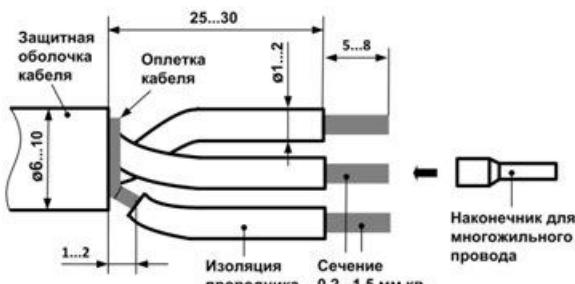

Рисунок 2 – Подготовка проводов к монтажу
3.3 Чтобы снизить влияние электромагнитных помех на сигнальную линию для монтажа сигнальных цепей рекомендуется применять экранированные кабели с витыми парами – сечение жил от 0,2 до 1,5 мм2. Перед подключением концы проводов кабеля следует тщательно зачистить и залудить или использовать обжимаемые монтажные наконечники, рисунок 2.